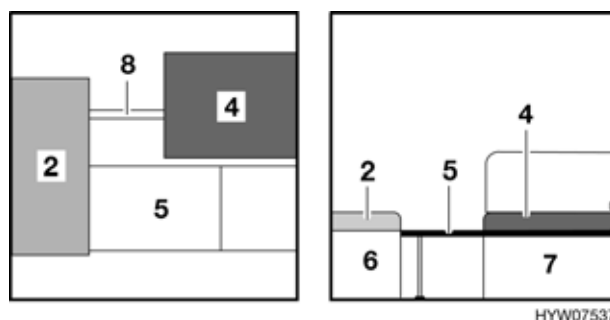

Fig. 94 Durante la trasformazione
- Estrarre la stanga del letto (Fig. 94,8) dal cassone letto del divano (Fig. 94,6).
- Sollevare le due parti ribaltabili dei cassoni del letto e agganciare la stanga del letto trasversalmente tra i due cassoni del letto (Fig. 94,6 e 7).